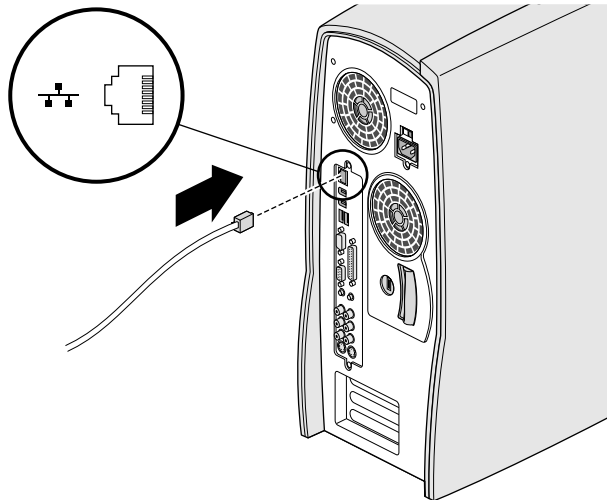

Figure 1-4 Branchement du câble Ethernet
3. Si vous installez votre système en réseau, reliez le câble Ethernet au connecteur RJ45, à l'arrière du système, comme indiqué à la Figure 1-4.